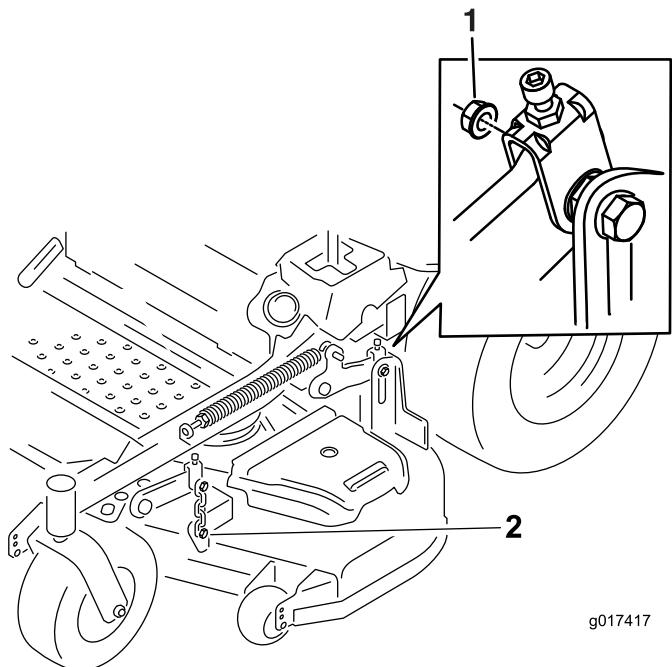

図 83
- 図 83に示すように、デッキの両側から金具類を外し、なくさぬよう保管する。